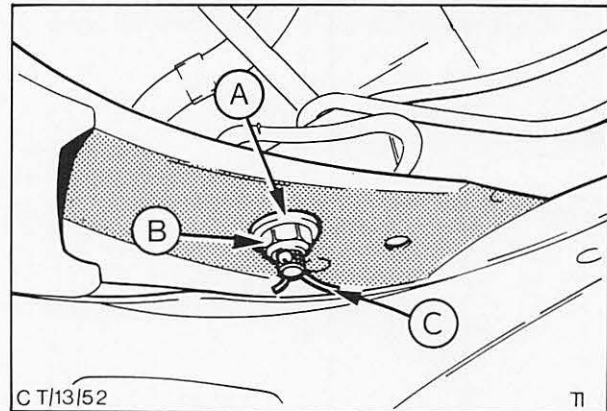

Abb. 19 Zahnstangengehäuse
14. Schrauben und Sicherungsbleche einbauen. Muttern und Scheiben anschrauben und mit dem vorgeschriebenen Drehmoment festziehen, Abb. 19. Nasen des Sicherungsbleches umbiegen und Splinte einsetzen.